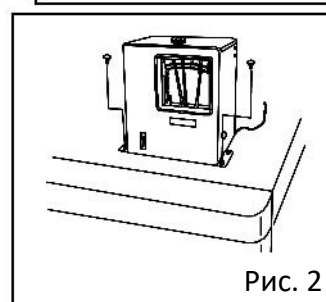

Рис. 2
2. Открутите винты в правом углу в верхней части морозильника и закрепите регистратор в присоединенном положении (Рис. 2).
2. Как показано на Рис. 2, вставьте регистратор температуры в место установки и зафиксируйте его к задней части крышки с помощью крепления, прилагаемого к регистратору температуры.